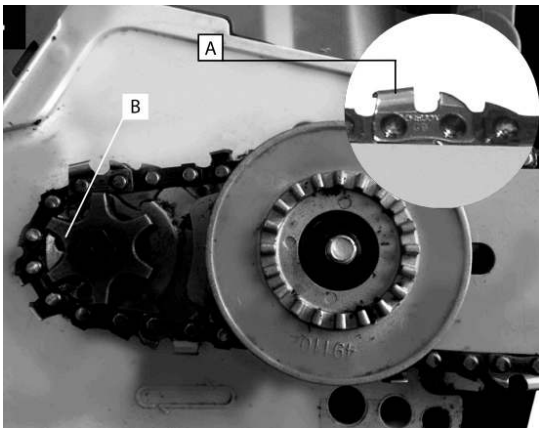

Рис.3
2. Установите направляющую шину и пильную цепь так, как показано на Рис.3
3. При установке цепи следите за тем, чтобы режущая кромка зуба (A) Рис.3 была расположена вперед по ходу движения цепи, т.е. по часовой стрелке. Проверьте правильность расположения звеньев цепи на ведущей звездочке (Рис.3В).